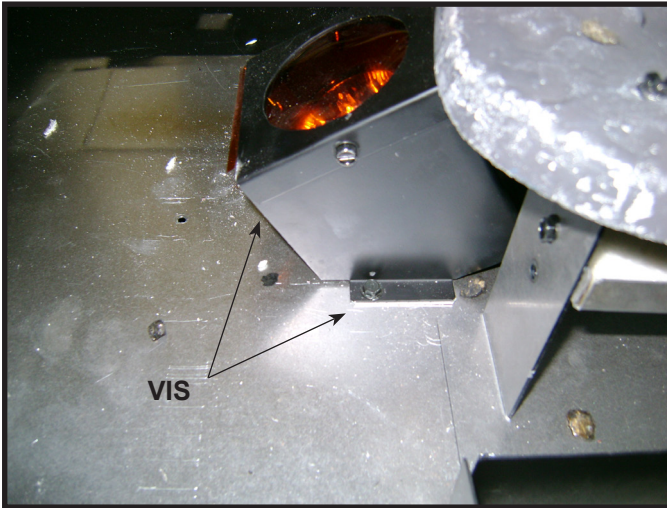

Figure 11.11 Retrait du boîtier de l'ampoule
2. Installez les deux éclairages décoratifs en enlevant les (2) vis qui retiennent le boîtier lumineux au fond du foyer. Installez l'ampoule en insérant les 2 broches du culot de l'ampoule dans les 2 trous de la douille. Voir les figures 11.11 et 11.12.